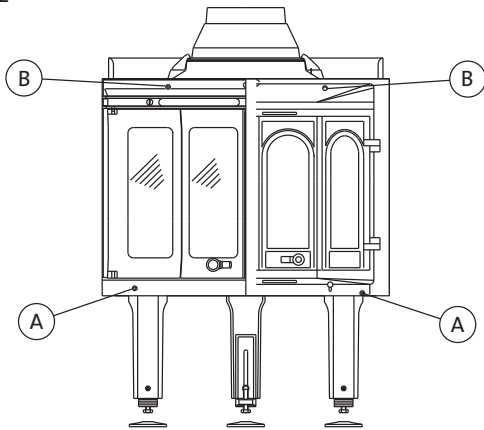

Fig 13
9.1 De keerklep – bestelnr.: 340955 (afb. 13)